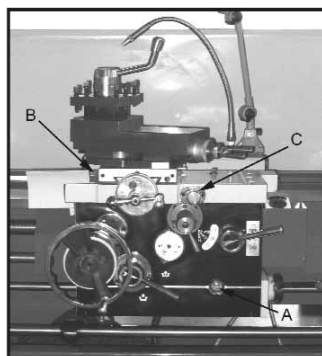

Fig. 5
3. **Forkle** – Oljen må være mellom markeringene i det optiske øyet (A, fig. 5). Bruk Mobil DTE® Oil Heavy Medium. Skru ut oljepluggen (B, fig. 5) opp på høyre side for å fylle på olje. Avtapping: Skru ut pluggen nede på forkledet. Tapp ut og bytt all olje første gang etter tre må-
neders bruk. Bytt så olje en gang om året. Dra ut spaken (C, fig. 5) på sentralsmøringen og hold det utdratt i noen sekunder så at pumpen fylles med olje. Når spaken slippes, flyter oljen gjennom ulike kretser og smører kanalene og tverrsleide. Gjør det to ganger om dagen eller ved behov. Når oljenivået er under markeringen må olje fylles på.